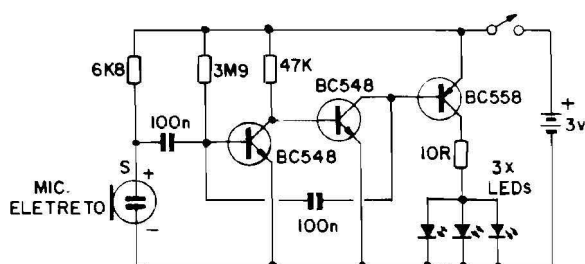

Fig.1
- FIG. 1 - O CIRCUITO - A simplicidade absoluta, junto com o mais completo "enxugamento" que um circuito pode receber, sem que com isso perca essenciais características de funcionamento! Três transistores super-comuns, tipo BC548 e BC558, estão diretamente acoplados (base a coletor, base a coletor...) de modo a promover uma "baita" amplificação, pela multiplicação dos seus ganhos individuais... Os resistores de 3M9 e 47K polarizam praticamente todo o conjunto amplificador, pelas posições "estratégicas" que ocupam no arranjo... A entrada é fornecida por um pequenino e super-sensível microfone de eletreto (do tipo com 2 terminais), polarizado via resistor de 6K8, e com o primeiro "encaminhamento" do sinal feito através do capacitor de 100n... Observem ainda a presença do segundo capacitor, também de 100n, estabelecendo uma nítida realimentação (apenas para o sinal, não para as polarizações de CC...) entre a saída do segundo estágio (coletor do segundo BC548/base do BC558...) e a entrada geral, de modo a assegurar perfeita estabilidade ao conjunto, além de pré-determinar a sensibilidade geral, situando-a em ponto ótimo para a finalidade, com o que se elimina completamente a necessidade de ajustes,